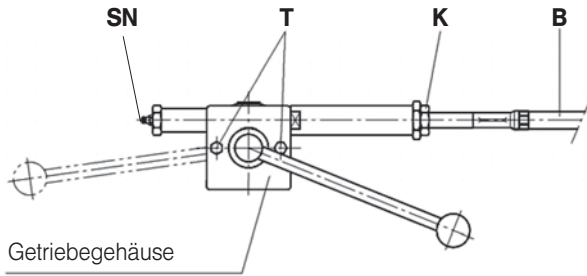

Abb. 5
- Bowdenschub **min. halbjährlich** über Schmiernippel (**SN**) (s. Abb. 5) nachschmieren und Spiel zwischen **M** und **D** prüfen (s. Abb. 4).